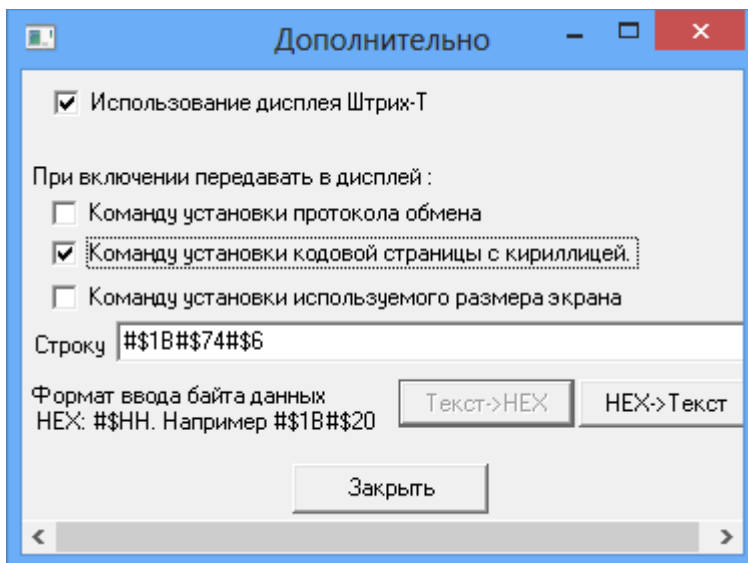

Рис. 22
- Нажмите кнопку «Дополнительно» и в открывшемся окне задайте параметры как на рис.22. (для отображения на дисплее текста на русском языке) и нажмите «Закреть»